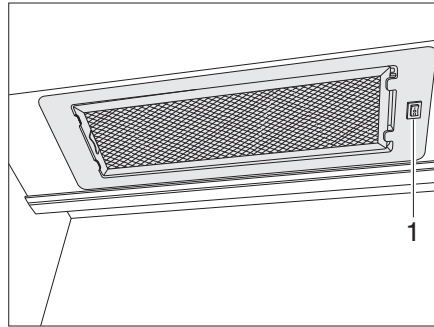

Fig. 142 Cappa di aspirazione
- Accendere e spegnere la cappa di aspirazione tramite l'interruttore (Fig. 142,1).